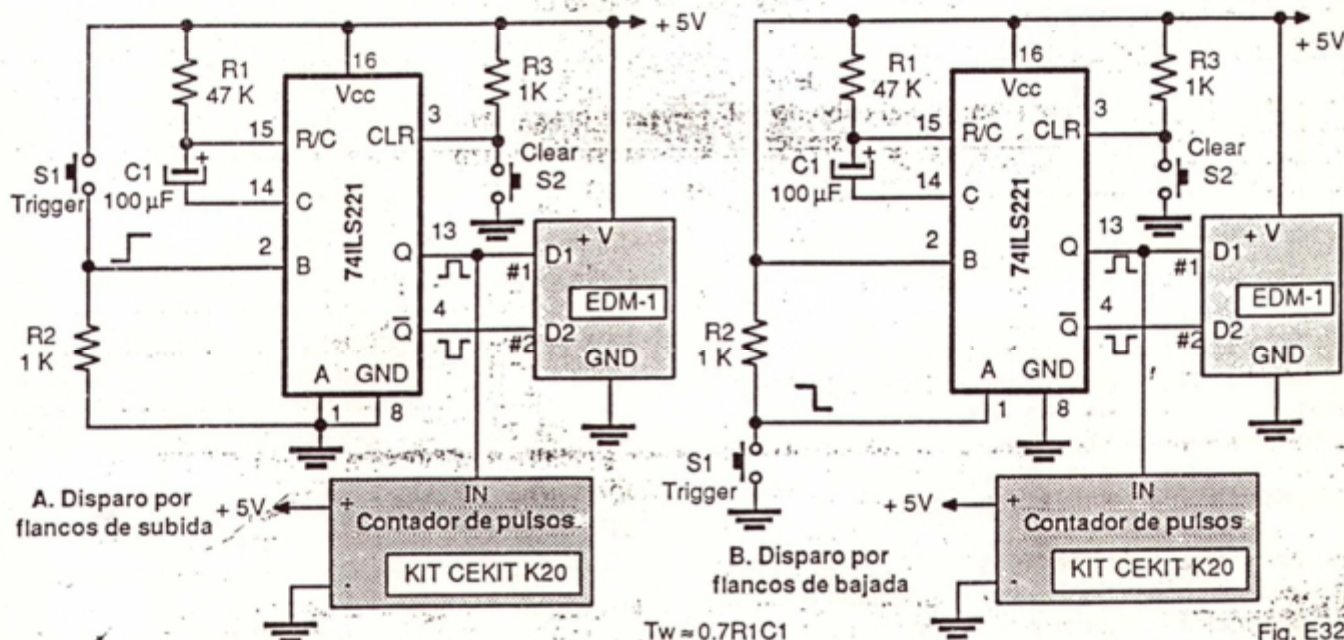

Fig. E32
Para analizar experimentalmente la operación del 74LS221 utilizaremos dos circuitos de prueba. El primero (figura E32-A) ilustra el disparo por flancos de subida y el segundo (figura E32-B) el disparo por flancos de bajada. En ambos casos, la señal de disparo la suministra el interruptor S1 y la de cancelación el interruptor S2.
Paso 1. Arme sobre el *proto-board* el circuito de la figura E32-A. Conecte adecuadamente el *kit* K20,
**Paso 6.** Desconecte la fuente de alimentación y arme sobre el *proto-board* el circuito de la figura E32-B. Una vez armado, repita los pasos 2 al 5 anteriores. Observará que el circuito se comporta exactamente de la misma forma. La única diferencia radica en que el disparo del monoestable se efectúa por flancos de bajada.